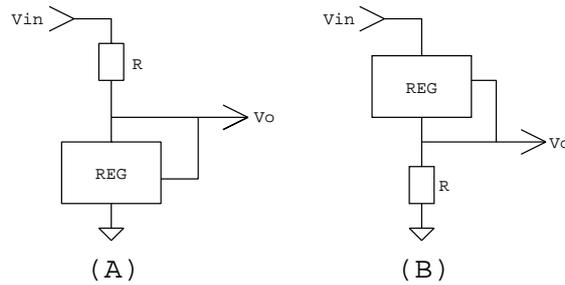
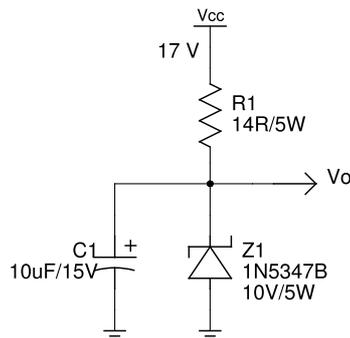

Figura 4.1: Arquitectura de los reguladores lineales
Figura 4.2: Regulador con diodo zener
En la figura 4.1 se muestran las dos posibles arquitecturas de un regulador lineal. Como es fácil deducir, ambas se basan en un divisor resistivo. Esto significa que la tensión de salida (V_o) será siempre menor que la tensión de entrada (V_{in}).
- La figura 4.1-A muestra un regulador tipo *shunt*. Este tipo de reguladores suelen ser bastante simples, pero, por contra, presentan una baja eficiencia, ya que cuando la carga demanda baja corriente, el regulador se ve obligado a derivar la corriente no consumida a masa para mantener la tensión de salida constante.
- La figura 4.1-B muestra un regulador serie. El regulador cuenta con un elemento que hace las veces de resistencia variable. En este tipo de esquema se logra una mayor eficiencia, ya que la mayor parte de la corriente que atraviesa el regulador se entrega a la carga². Por contra suelen ser más complejos, e introducen nuevos factores como por ejemplo la tensión mínima de caída en el regulador.
En la figura 4.1 se muestra que el regulador tiene tres terminales, estando el 'tercero' conectado siempre a la salida. En el caso más general, el regulador muestrea la salida para mantener la tensión de salida constante.
Una de las formas más simples de resolver el problema de la regulación es el uso de un regulador basado en un diodo Zener, como el mostrado en la figura 3.8. Invitamos al lector a comparar su arquitectura con la de la figura 4.1-A. Vamos adaptar levemente este circuito para hacerlo compatible con las características de la fuente de alimentación de la figura 3.24 mostrándose el resultado final en la figura 4.2.
Veamos un ejemplo concreto basado en el ejemplo de la figura 4.2. Un fabricante especifica que para el diodo 1N5347B, con tensión de zener de 10 Volt y capaz de disipar 5W, presenta una resistividad de 2Ω a una corriente de 125 mA ³. En nuestro ejemplo, cuando trabajamos en vacío (sin carga), toda la corriente que circula por R1 atraviesa Z1. Como la tensión en bornas de Z1 es de aproximadamente 10 V, quedan 7 V para la resistencia. Por tanto, la corriente de la misma será de 500 mA. A esta corriente, la resistividad del diodo será algo más baja que los mencionados 2Ω , pero no mucho más baja. El diodo forma un divisor resistivo, con una función de transferencia de: